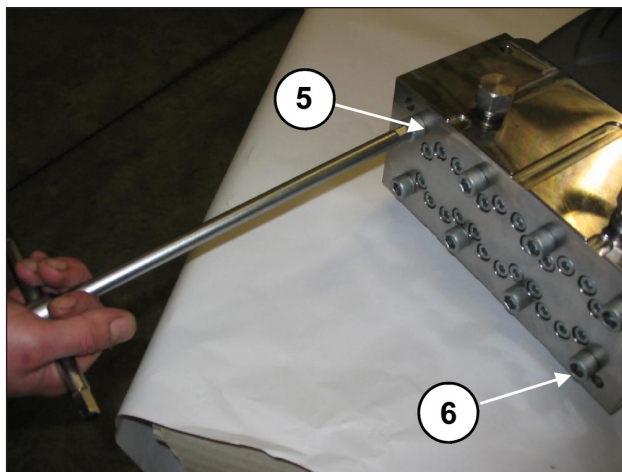
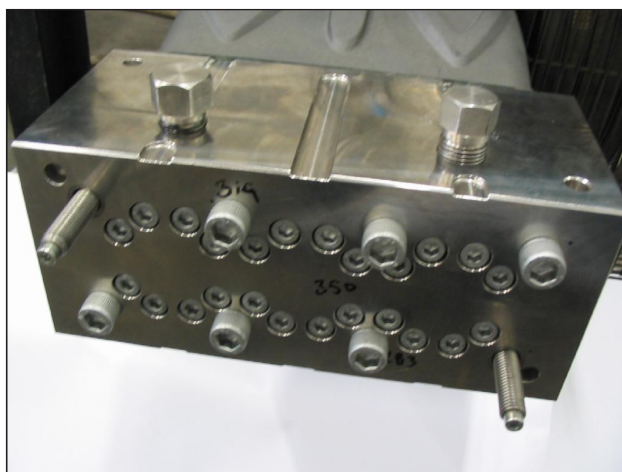

Рис. 35
Рис. 36
- Открутите винты крепления торца M12x260 №5 и №6, как показано на Рис. 35, и замените их на два винта - служебную шпильку (код 27508200), как показано на Рис. 36, а затем приступите к снятию остальных винтов.